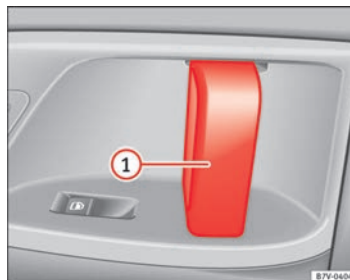

Abb. 49 In der Schiebetür: Türöffnungshebel ①.
Schiebetür von innen öffnen.	Bei entriegelter Schiebetür den innenliegenden Türgriff ⇒ Abb. 49 (1) ziehen und Schiebetür vollständig aufschieben.